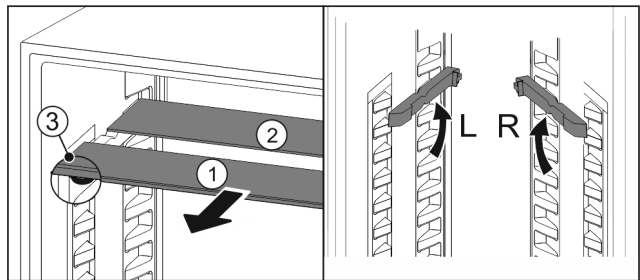

Fig. 142
- ▶ По одной извлеките Fig. 142 (1) стеклянные панели движением вперед.
- ▶ Стеклянная панель Fig. 142 (1) с декоративной планкой лежит спереди.
- ▶ Стопоры Fig. 142 (3) показывают вниз.